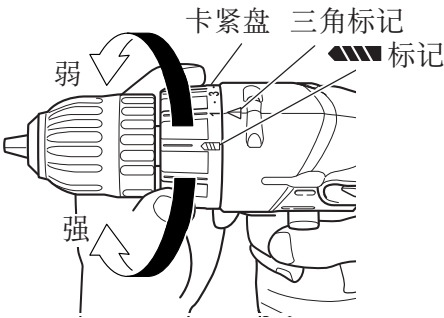

图 4
- 1. 确认卡紧盘的位置（请参照图 4）
本机采用卡紧盘上的数字“1、3、5……22”以及白点来指示旋紧转矩。旋紧转矩在位置“1”时最小，在最大数字处时最大。（请参照图 4）